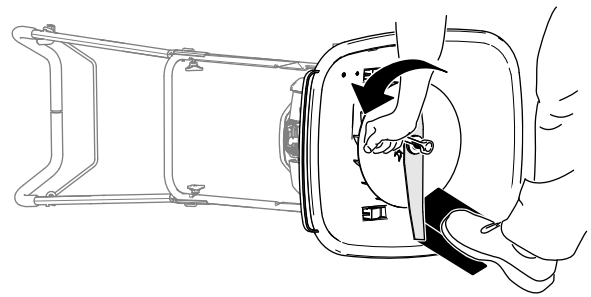

Bild 27
5. Verwenden Sie den mitgelieferten Schraubenschlüssel, um das Messer zu entfernen, dabei die Schraube gegen den Uhrzeigersinn drehen (Bild 27).
4. Stabilisieren Sie das Messer mit einem Holzblock (Bild 27).